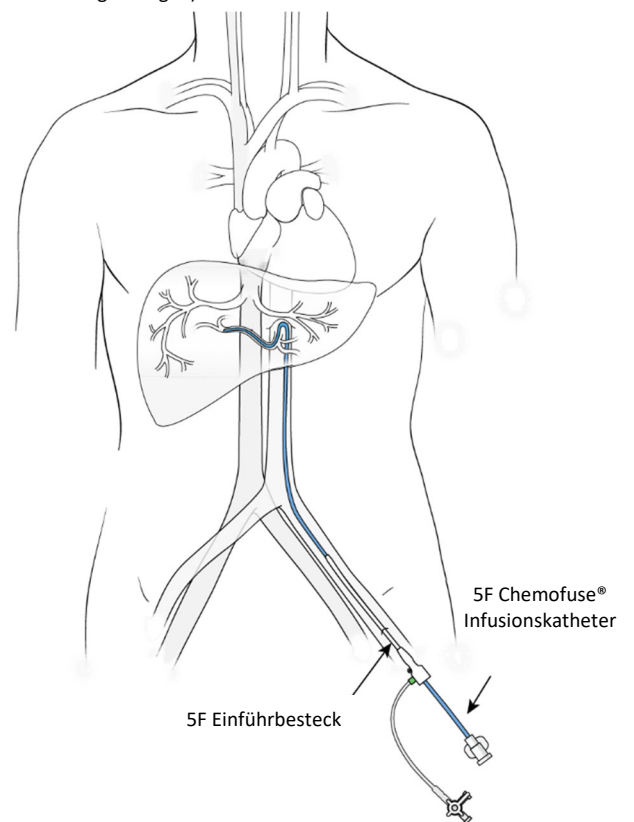

Abbildung 25
- (a) Führen Sie den 5F Chemofuse® Katheter durch die Schleuse ein und bringen Sie ihn mithilfe eines Führungsdrahts in die A. hepatica propria ein, siehe Abbildung 25. Im Ermessen des interventionellen Radiologen kann für eine selektive Platzierung der Katheterspitze für die Medikamenteninfusion durch den 5F Katheter ggf. ein coaxialer Mikrokatheter eingeführt werden. Bei Verwendung eines Mikrokatheters bringen Sie ein rotierendes hämostatisches Ventil (Tuohy-Borst Typ) am 5F Katheter an, und führen Sie den Mikrokatheter durch dieses Ventil in den 5F Katheter ein. Von Delcath werden drei Mikrokatheter als geeignet für die Verwendung mit dem CHEMOSAT® hepatischen Applikationssystem empfohlen. Einen der drei empfohlenen Mikrokatheter auswählen (siehe Beschreibung der Systemkomponenten, Seite 6).